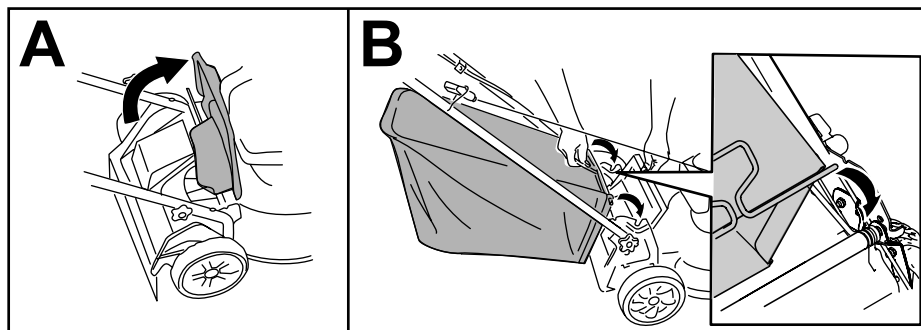

Figure 12
1. Soulevez le déflecteur arrière (A de Figure 12).
2. Insérez les extrémités de la tige du bac à herbe dans les crans des supports du guidon (B de Figure 12).